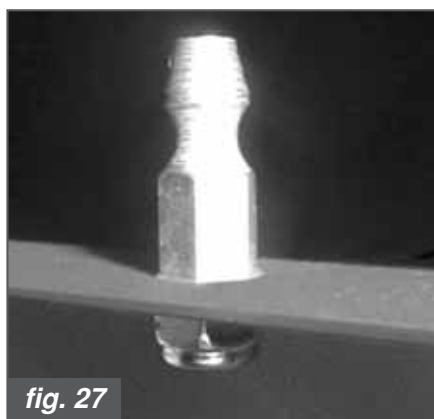

fig. 27
k) Fissare ai pannelli laterali gli appositi perni (fig. 27) ed al pannello superiore le molle di fissaggio (fig. 28).